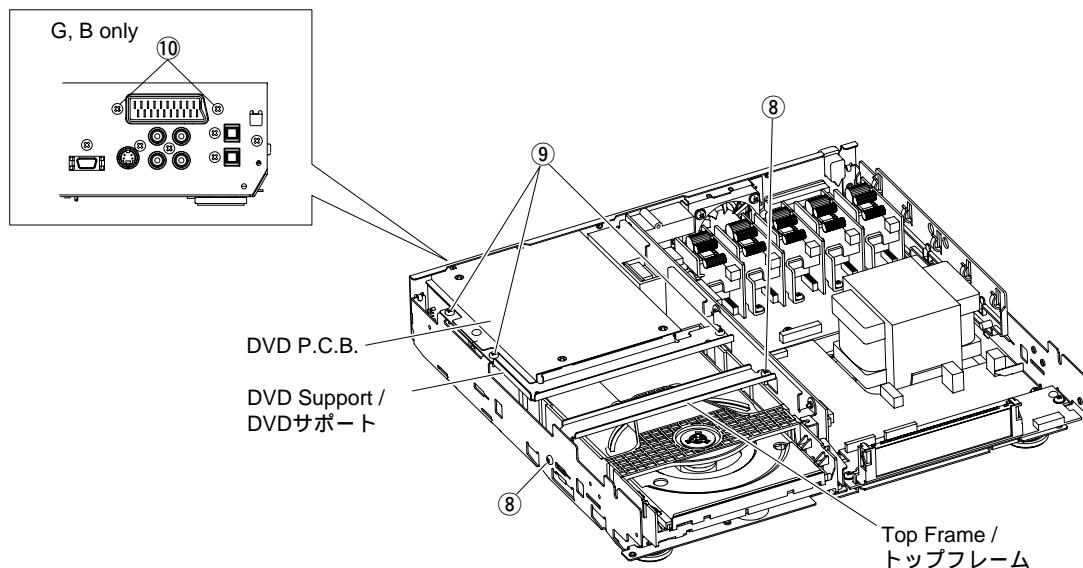

Fig. 5
- Remove 2 screws (⑧) and then remove the Top Frame in Fig. 5.
- Remove 3 screws (⑨) in Fig. 5.
- Remove 2 screws (⑩) in Fig. 5. (G, B only)
- Remove the DVD support and the DVD P.C.B. in Fig. 5.
- ⑧のネジ2本を外し、トップフレームを外します。(Fig. 5)
- ⑨のネジ3本を外します。(Fig. 5)
- ⑩のネジ2本を外します。(G, B only)(Fig. 5)
- DVDサポート & DVD P.C.B.を外します。(Fig. 5)